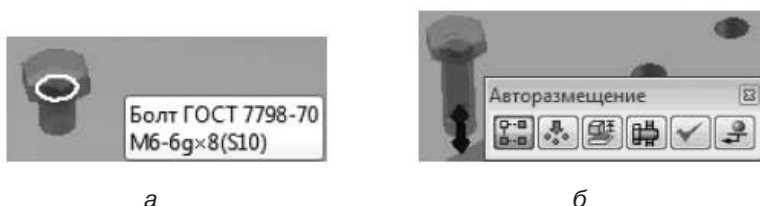

Рис. 8.7. Вставка компонента из библиотеки компонентов
2. Щелкните на целевом ребре, откроется окно с параметрами компонента (рис. 8.7, а). Отобразится панель инструментов авторазмещения с включенным по умолчанию переключателем  Следование за образцом (рис. 8.7, б).
3. Чтобы указать длину болта, перетащите стрелку длины (рис. 8.7, б) или дважды щелкните на стрелке и выберите длину из списка. Доступны только стандартные параметры длины библиотеки компонентов.